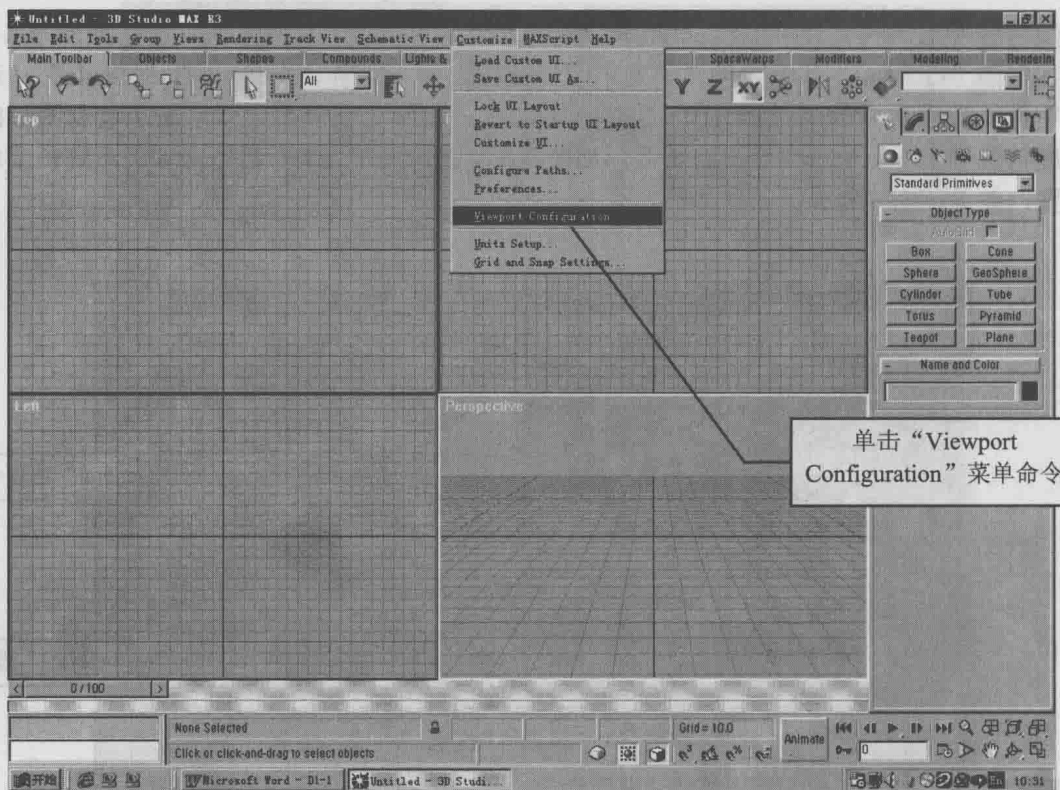

图 1-1-5
(4) 单击“Customize”（自定义）→“Viewport Configuration”（视图区配置）菜单命令，如图 1-1-5，进行视图参数设置。